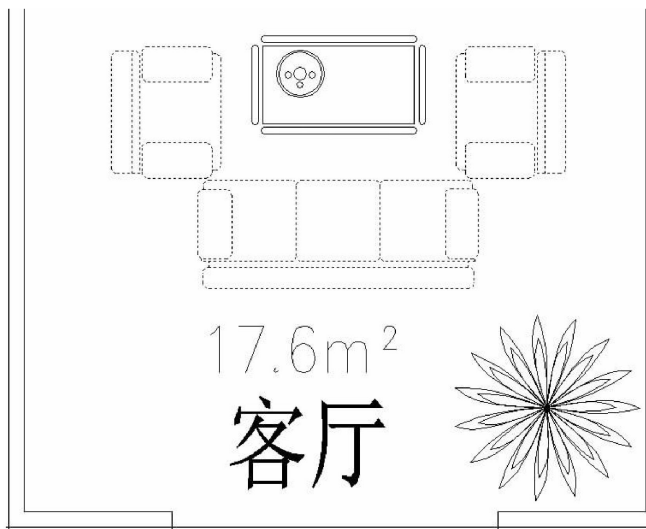

图 1-31 选择“家具”
(1) 启动【删除】命令，命令行出现选择对象：提示，用前面学的选择对象的方法将“沙发”、“茶几”及“花”选中，如图 1-31 所示。